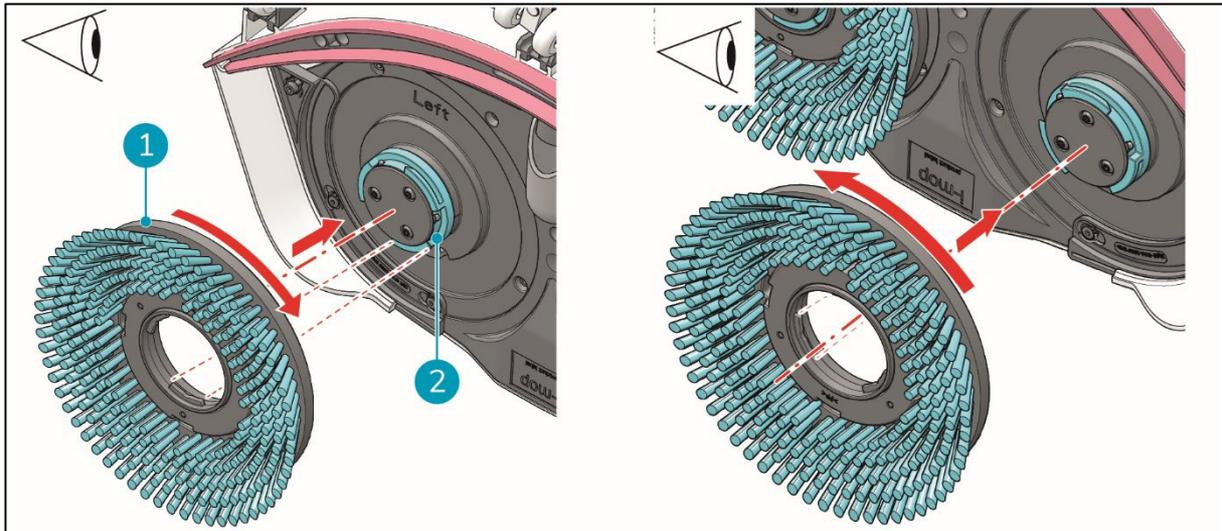

Abbildung 10
3. Richten Sie den linken Pinsel aus (Abbildung 10, Pos. 1) auf die linke Motorscheibe (Abbildung 10, Pos. 2). Richten Sie die Verriegelungen und Aussparungen in der Bürste und der Motorscheibe aus.